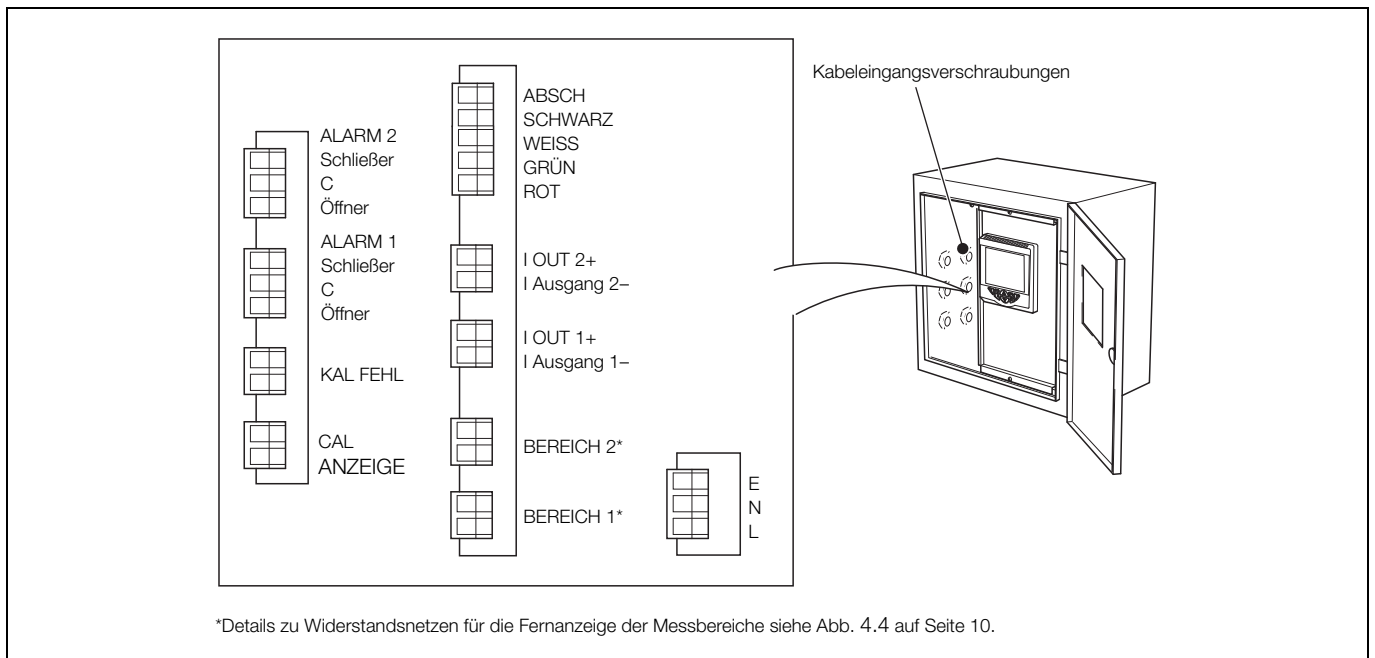

Abb. 4.3 Messumformereinheit – Kabeleingangsverschraubungen und Anschlüsse
4. Führen Sie die verbleibenden Kabel durch die Kabelverschraubungen. Bereiten Sie die Kabelenden vor, und legen Sie sie am Klemmenblock auf, wie in Abb. 4.3 dargestellt.